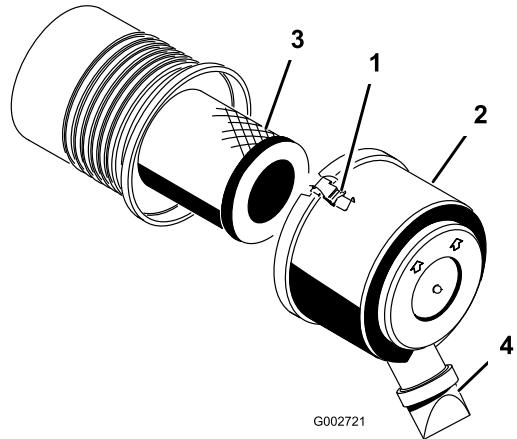

Figura 27
- Abra los enganches que fijan la tapa del limpiador de aire a la carcasa del limpiador de aire (Figura 27).